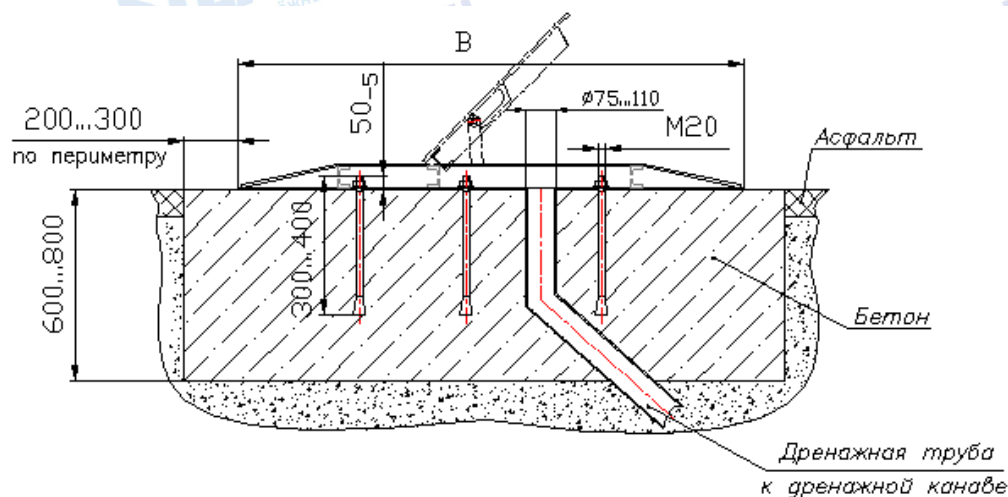

Рисунок 2.
- если ПЗП **накладного** типа, то приямок бетонируется вровень с дорожным полотном (**Рисунок 2**);